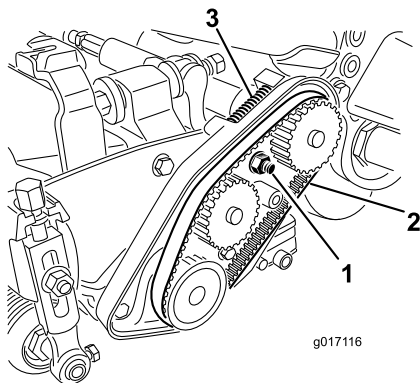

図 43
- A. ベアリングハウジング取り付けナットをゆるめる(図 43)。
- C. ベルトケース内部や圧縮スプリングについているごみをきれいに取り除く(図 43)。